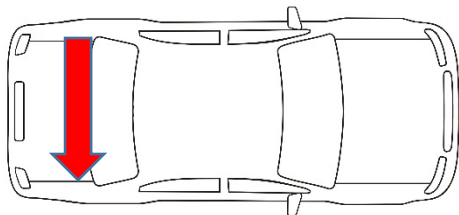

**Figure 1**
4. Monter l'outil comme le montre la figure 1 pour le démontage de l'ancien connecteur.
5. Le connecteur doit être démonté de l'extérieur vers le centre du véhicule (figure 1).